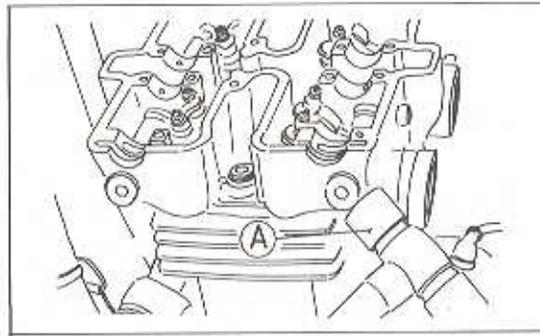

Bild 105
- Mit dem Kunststoffhammer den Zylinderkopf lösen (Bild 105).